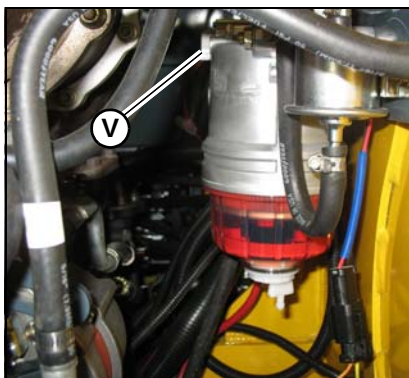

Figura 99 – Separador de agua
3. Gire la palanca de la válvula de cierre de combustible (V, Figura 99) en el separador de agua a la posición CERRADO.
6. Gire la válvula de cierre de combustible (V, Figura 99) en el separador de agua a la posición ABIERTO.